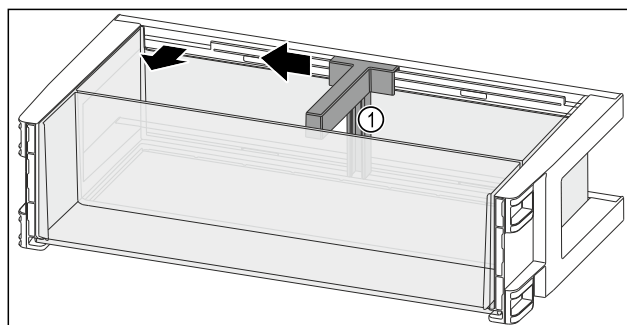

Fig. 115
- Przesunąć uchwyt butelek Fig. 115 (1) na bok do zagłębienia.
- Wyjąć uchwyt butelek Fig. 115 (1).